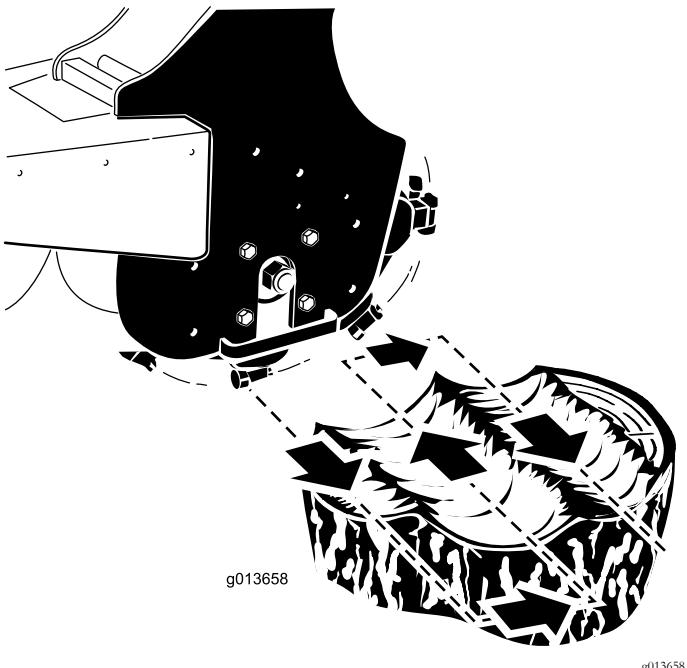

Figura 9
4. Coloque el desbastador en el lado izquierdo y detrás del tocón (Figura 9).
5. Mueva el desbastador hacia usted usando la palanca de inclinación del accesorio, desbastando con una profundidad de corte de entre 0,5 a 5 cm, dependiendo de la dureza de la madera (Figura 9).
6. Saque de nuevo la muela (Figura 9), bájela entre 0,5 y 5 cm y repita los pasos 4 y 6 hasta que haya amolado unas pulgadas.
8. Mueva el desbastador a la derecha (Figura 9).